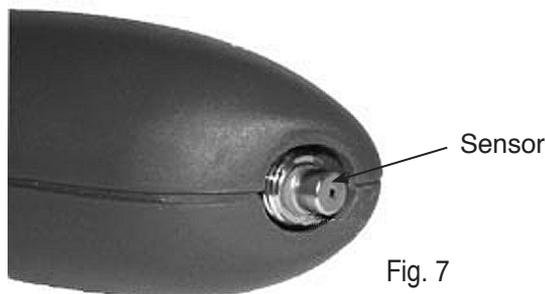

Fig. 7
1. Quite la sonda flexible sujetándola con firmeza y rotándola en el sentido opuesto a las agujas del reloj. Esto expone el sensor en el fondo de la unidad (vea la Fig. 7). Verifique que el sensor esté instalado.